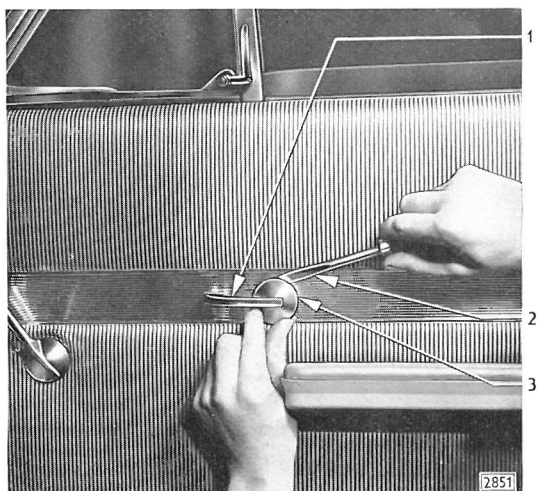

Bild 42 - Rosette für Türschloßfernbetätigungsgriff abzwängen
2. Rosette für Türschloßfernbetätigungsgriff mit Schraubenzieher oder ähnlichem Werkzeug abzwängen (Bild 42).